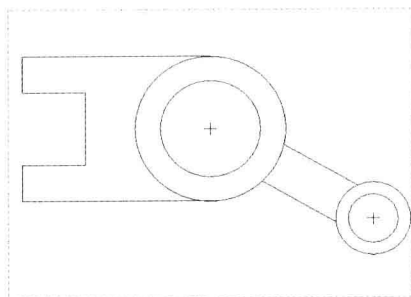

图 3-88 图形文件
Step 01 按【Ctrl+O】组合键，打开图形文件，如图 3-88 所示。